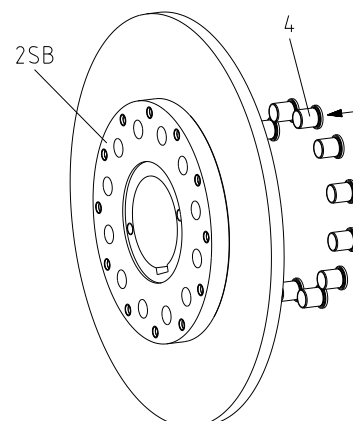

Bild 10
- Driv in bussningarna (komponent 4) med lätta slag i FN nav del 2SB (se bild 10).